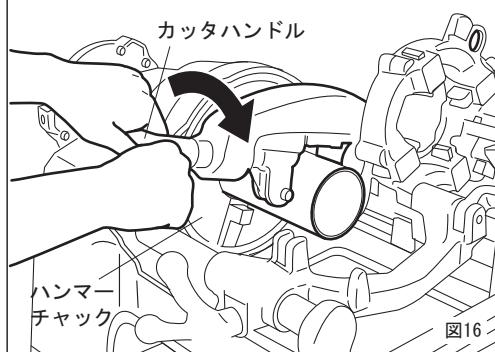

図16
- ① 使用しないダイヘッド・リーマを起こしてください。
- ② パイプの切断箇所を定めてパイプをしっかりと固定します。
- ③ パイプカッタをパイプ径より大きくひらいて図のようにあてがい、パイプの切断箇所にカッタの刃を合わせてハンドルでローラーと刃がかるくあたるところまでちかづけてください。
- ④ スイッチを入れ、カッタハンドルをパイプ1回転で1/2以内の割合でまわしてください。(図16) 切断のときに最初から強い力で切り込むと、パイプの切り口がだ円形にゆがみ、正しい真円のねじが切れない場合がありますから、切り始めは、軽く締めつけながら徐々に切断してください。